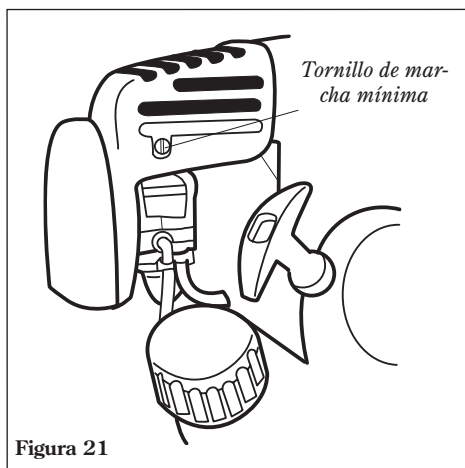

Figura 21
2. Si el accesorio de corte gira mientras el motor está en marcha mínima, reduzca la marcha mínima, girando el tornillo de ajuste de marcha mínima en el sentido contrario a las agujas del reloj. Consulte la figura 21.